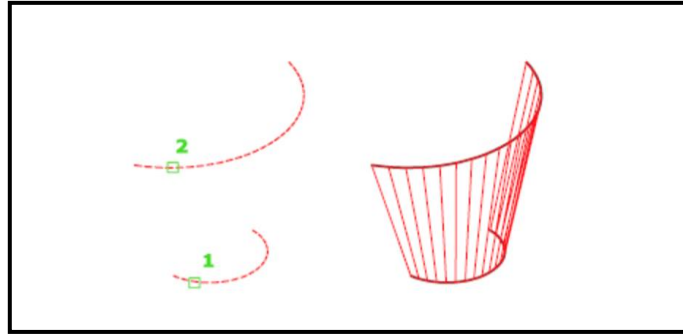

Рис. 19
2. Побудувати поверхню з'єднання (рис. 19).